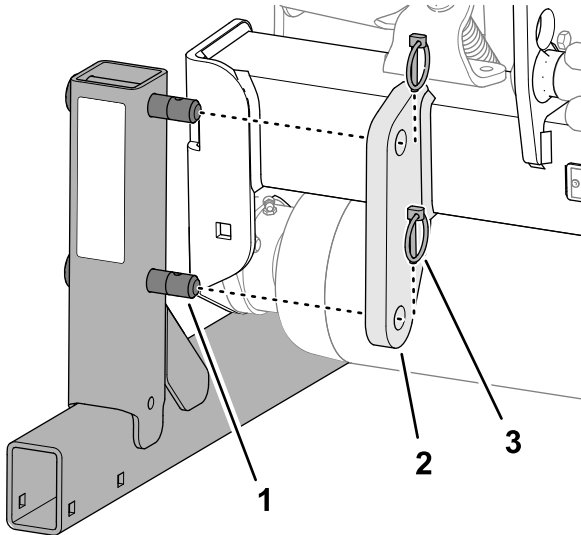

Figura 44
1. Inserite il perno del supporto di rimessaggio nei fori della staffa del supporto del telaio del gancio di traino (Figura 44).
2. Fissate il perno del supporto di rimessaggio alla staffa del supporto utilizzando le 2 coppiglie ad anello (Figura 44).